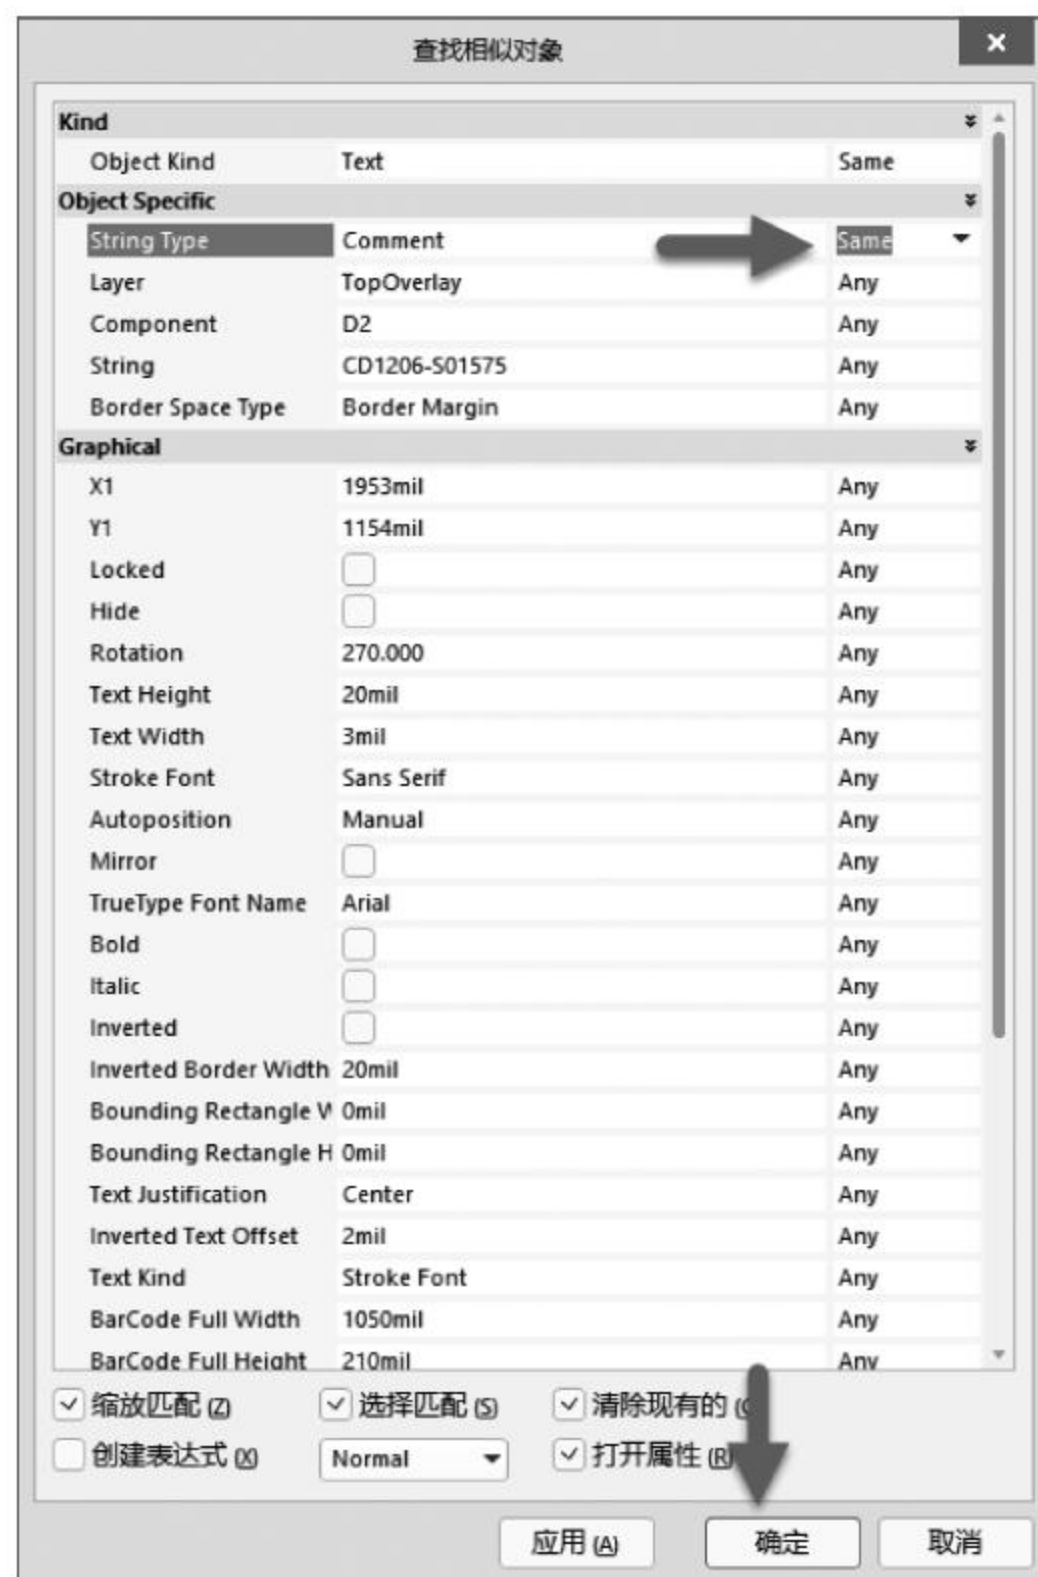

图 6-37 “查找相似对象”对话框
(1) 显示并调整注释。只打开 Top Overlay 和 Top Solder 层,显示任意一个元件的阻值,再用全局编辑功能全部显示。先选中任意一个阻值,然后单击鼠标右键,在弹出的快捷菜单中执行“查找相似对象”命令,在弹出的“查找相似对象”对话框中按照图 6-37 所示进行操作。